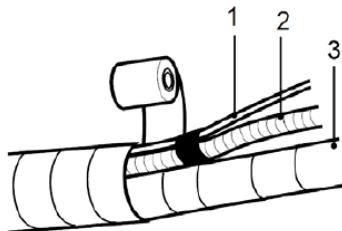

fig. 24 -
- După înfășurarea conductelor cu material de protecție, îmbinăți cablul de conectare electric (1-"fig. 24 -"), conducta de evacuare a condensului (2-"fig. 24 -") și conductele (3-"fig. 24 -").